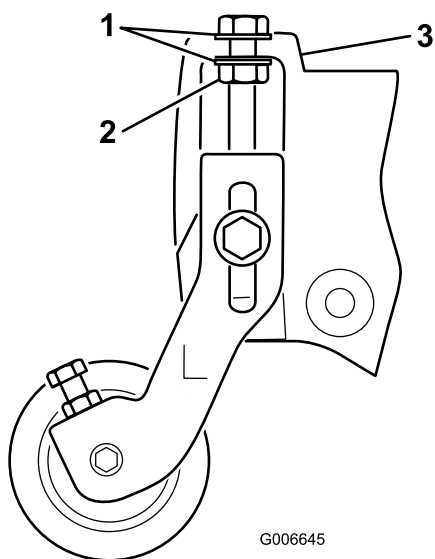

Figure 7
Remarque: Les rondelles des boulons de réglage de la hauteur de coupe doivent se trouver de chaque côté du rebord de la plaque latérale (Figure 7).
13. Serrez le contre-écrou du boulon de réglage de la hauteur de coupe jusqu'à ce que les rondelles touchent le rebord de la plaque latérale, puis desserrez le contre-écrou d'un demi-tour (Figure 7).